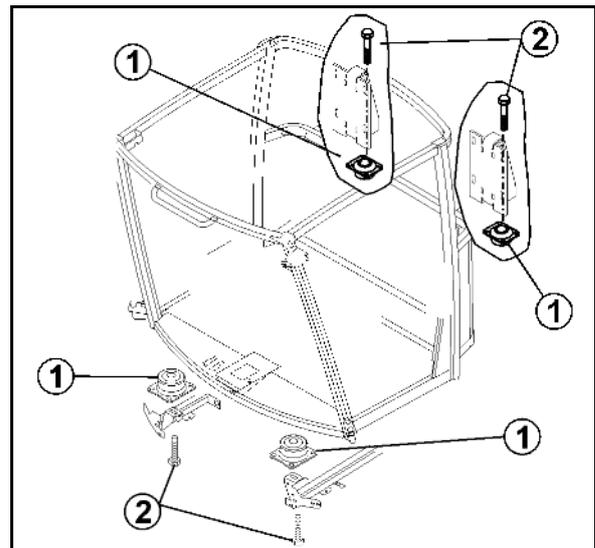

Fig. 193
1. Smontare la griglia aria di ricircolo (Fig. 193/1).